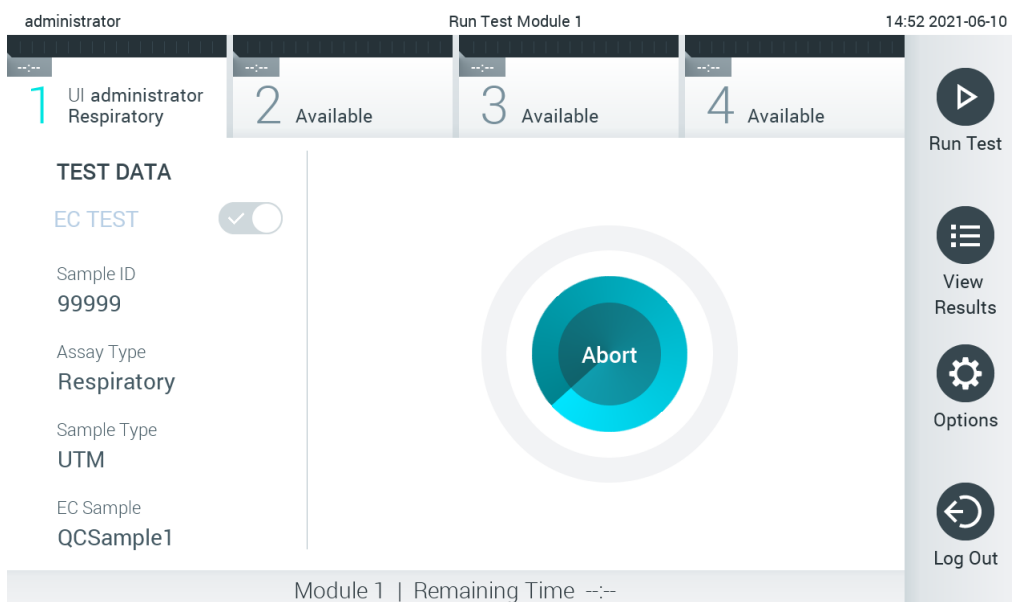

Figura 94. Tela de execução do teste e tempo de execução restante.
10. Ao detectar o cartucho de ensaio QIAstat-Dx, o QIAstat-Dx Analyzer 1.0 fecha automaticamente a tampa da porta de entrada de cartuchos e inicia a execução do teste. Não é necessária qualquer outra ação do operador. Enquanto o teste estiver em execução, o tempo de execução restante é exibido na tela sensível ao toque (Figura 94, próxima página).